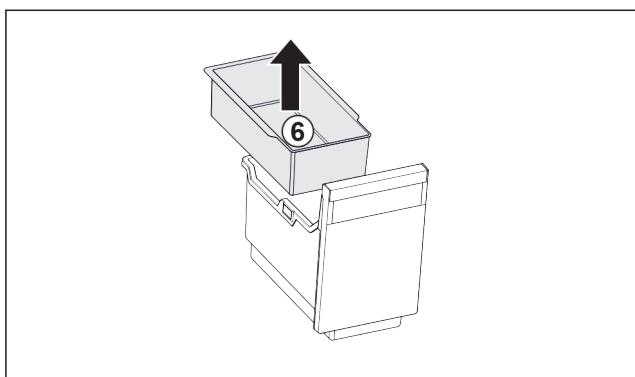

Fig. 105
- Вийняти підвісний лоток Fig. 105 (6).